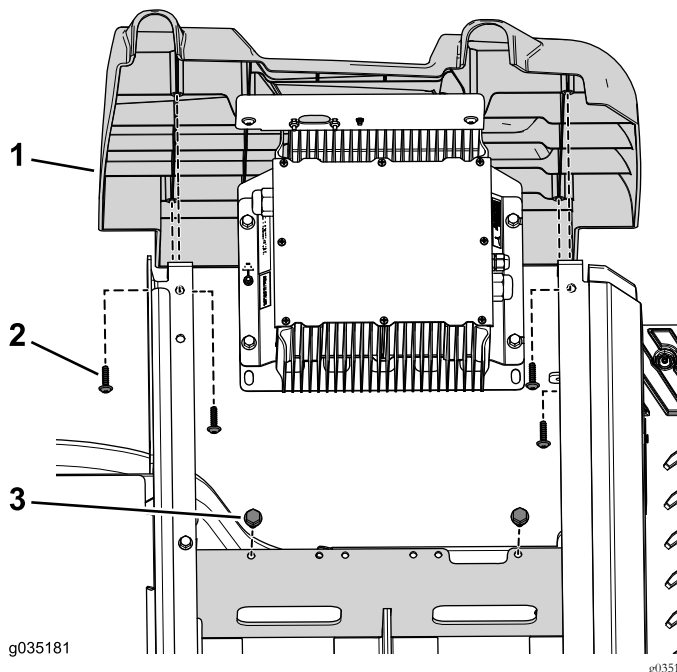

Figura 88
9. Utilize os dois parafusos (3/8 pol. x 3/4 pol.) para prender o suporte do carregador ao tabuleiro da bateria (Figura 88).